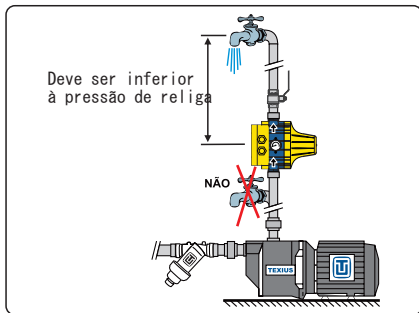

Figura 1
5.2 Não instalar nenhum ponto de consumo (torneira) entre a bomba e o pressostato (ver figura 1).